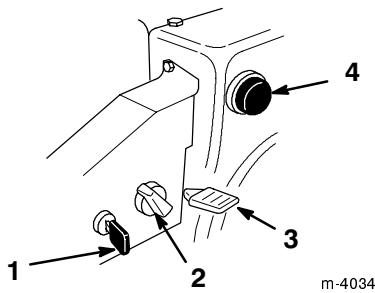

Figure 4
- Clé de contact** (Fig. 4)—Insérez la clé dans le commutateur d'allumage avant de mettre le moteur en marche. Pour couper le moteur, retirez la clé de contact.
- Starter** (Fig. 4)—Pour mettre en marche un moteur froid, tournez la commande de starter dans le sens des aiguilles d'une montre à la position “On” (en service). A mesure que le moteur se réchauffe, tournez progressivement le starter dans le sens contraire des aiguilles d'une montre à la position “Off” (hors service).
- Commande d'accélérateur** (Fig. 4)—Déplacez la manette vers le haut pour augmenter le régime du moteur, ou vers le bas pour le réduire. Abaissez complètement la manette pour arrêter le moteur.
- Amorceur** (Fig. 4)—Appuyez sur l'amorceur pour envoyer une petite quantité d'essence dans le moteur afin de faciliter le démarrage par temps froid.
2. Retirez la clé de contact du commutateur d'allumage (Fig. 4).
3. Enlevez le bouton de starter (Fig. 4).
4. Tournez le starter en position "*On*" (en service) (Fig. 4).
5. Insérez la clé de contact (Fig. 4).
6. Couvrez l'orifice central de l'amorceur (Fig. 4) avec le pouce et appuyez lentement sur l'amorceur à trois reprises.
8. Dès que le moteur a démarré, tournez le starter (Fig. 4) à la position 3/4. A mesure que le moteur se réchauffe, tournez le starter à la position 1/2. Quand le moteur est suffisamment chaud, tournez le starter à la position "Off" (hors service).
6. Fermez le robinet d'essence (Fig. 4).